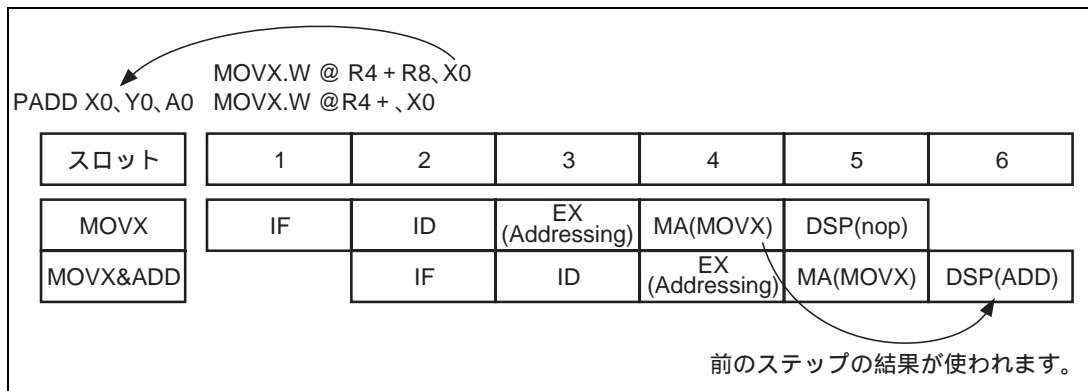

図 4.6 処理の流れの例
メモリ読み出しのデスティネーションオペランドと ALU 演算のソースオペランドを同じにし、ALU 演算と同じ行にデータ転送命令のプログラムを書いた場合は、メモリアクセスステージ (MA) でメモリからロードされるデータは、ALU 演算命令のソースオペランドとしては使われません。この場合、先に実行された命令の結果が ALU 演算のソースオペランドとして使われ、そのあとで、データロード命令のデスティネーションオペランドとして更新されます。この流れを図 4.6 に示します。